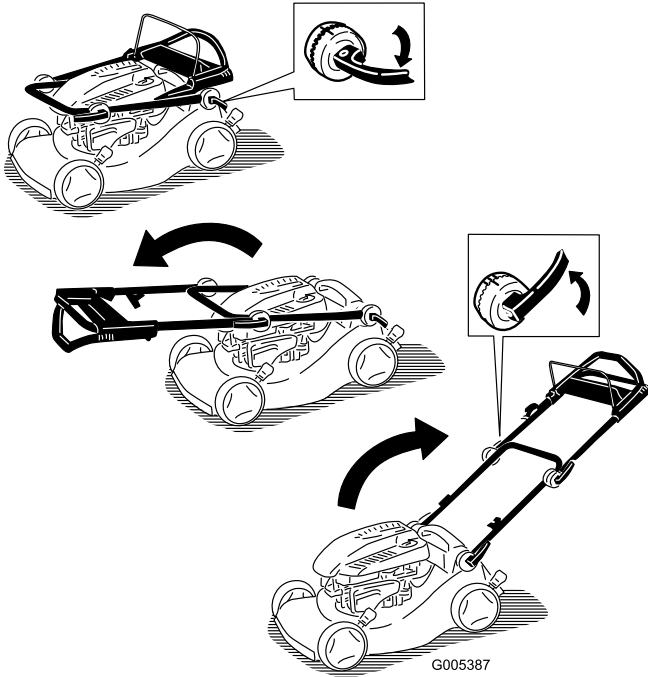

Bild 3
1. Lösen Sie die Griffarretierung, schieben Sie die Griffabschnitt in die Betriebsstellung und arretieren Sie die Griffarretierung (Bild 3).